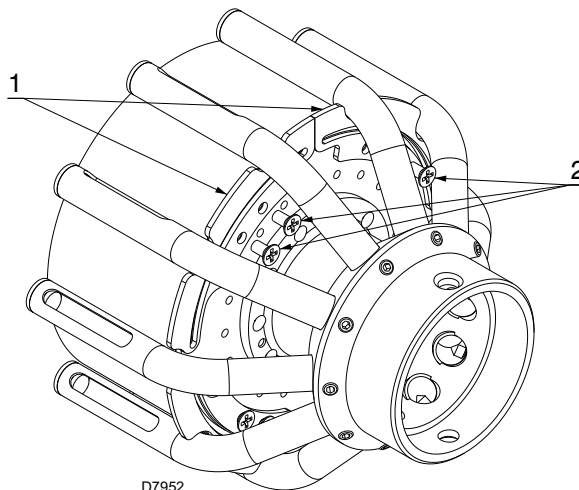

Fig. 17
- scoateți cele 8 șuruburi 2)(Fig. 17);